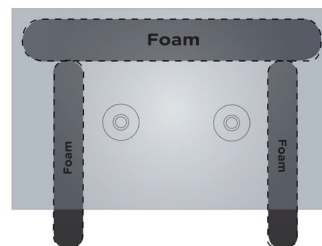

Figure 2 – Morceaux de mousse utilisés pour les côtés arrière et latéraux de la cale.
- Installer les morceaux de mousse comme indiqué sur la Figure 2 ci-dessous.